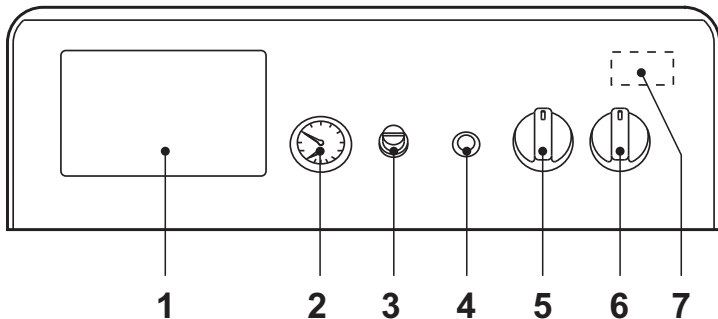
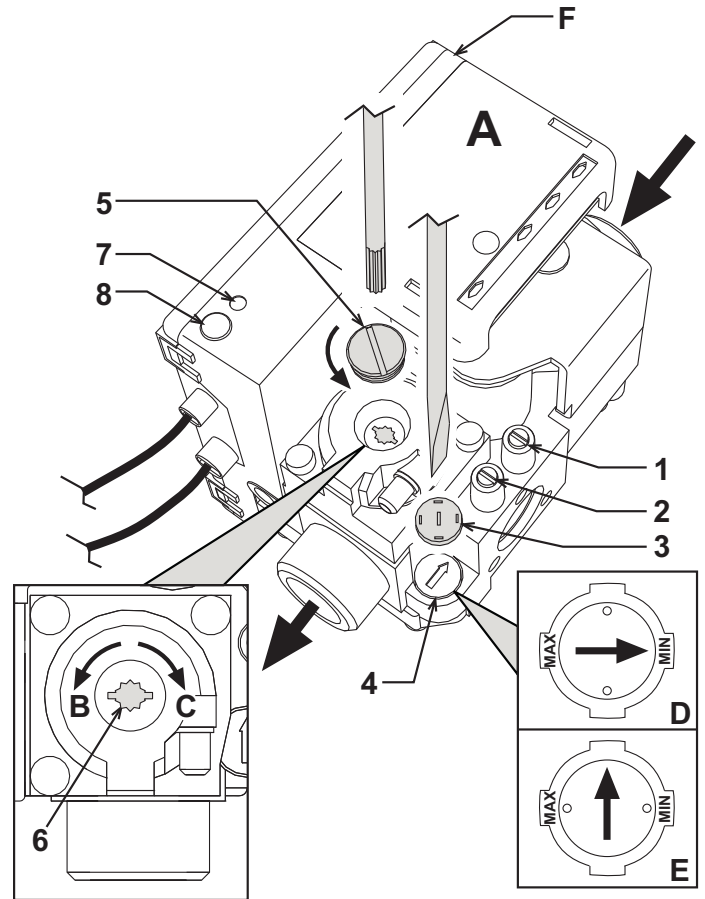

рис. 1 - Панель управления
рис. 3 - Регулирование давления
- Установите главный выключатель "6" в положение 1 (рис. 1).
- Если котел оборудован электронным термостатическим блоком управления, установленным в положении 1 на рис. 1, пользователь должен также соблюдать инструкции, предоставляемые изготовителем данного блока.
Повернув рукоятку 5 на рис. 1 по часовой стрелке, температура воды в системе отопления повышается и наоборот. Температуру воды в системе отопления можно регулировать в пределах от 30° до 90°. Однако не рекомендуется эксплуатировать котел при температуре ниже 45°.
Задать с помощью комнатного термостата нужную температуру внутри помещения. По команде от комнатного термостата котел нагревает воду в системе отопления до температуры, заданной с помощью термостата регулировки котла 5 на рис. 1. При достижении в помещении желаемой температуры котел выключается.
При заполнении холодной системы отопления давление воды, контролируемое по показаниям установленного на котле термоманометра (поз. 2 на рис. 1), должно составлять примерно 1,0 бар. Если во время работы давлением воды в системе упало (например, из-за испарения растворенных в воде газов) до величины ниже вышеуказанного минимума, пользователь должен открыть кран подачи воды и довести давление до первоначального значения. По окончании операции всегда закрывайте кран подачи воды.
Подключите манометр к штуцеру отбора давления 2 (рис. 3), расположенному после газового клапана, затем переведите ручку термостата котла (поз. 5 - рис. 1) на максимум.
Сняв защитную пробку 5 (рис. 3), регулируйте давление газа с помощью винта 6 на желаемое значение (см. таблицу технических данных и диаграммы изменения мощности, приведенных в пар. 4).
2. Снимите с газового вентиля защитный колпачок 3 (рис. 3). С помощью отвертки отрегулируйте "СТУПЕНЬ" розжига на основании выбранного газа (G20 положение D рис. 3 или G30/G31 положение E рис. 3) а затем установите на место колпачок.